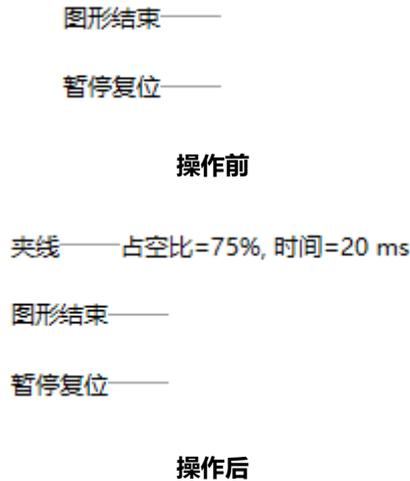

图 5.10.2a 图形结束指令集操作示意
③添加完所有指令之后，如果有需要删改的，改变参数只需双击指令段即可弹出参数设置框。需要删除指令，只需选中指令段，点击删除按键即可。需要移动指令段，只需选中指令后，点击“↑”“↓”按键即可对指令段进行向上/下移动。
④最后点击确认，此默认指令集即会被保存，在点击指令处理之后，在图形结束的位置会默认加入这些指令。操作示意如下图 5.10.2a 所示。